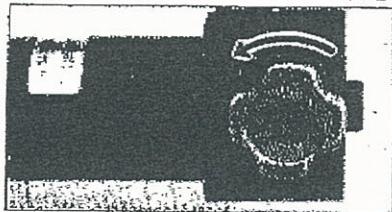

図3
3.4 穴あけ又は切断が完了したらポンプハンドルの操作をやめ、戻しハンドルを左へまわします。作動油は、オイルタンクへ戻ります。(図3)